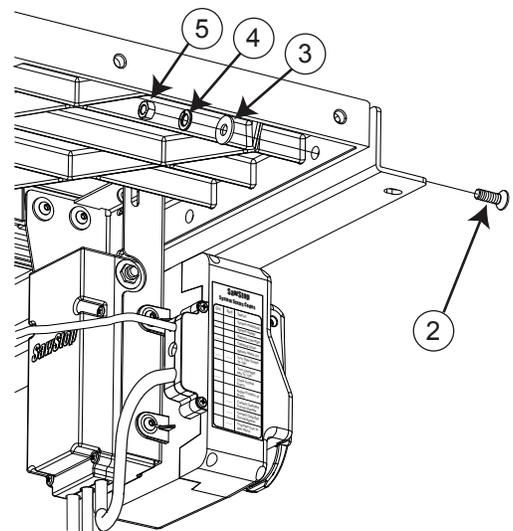

Fig. 4
4. Placez une rondelle M8x23x2 et une rondelle de loquet M8 à l'arrière de chacun des boulons de douille à tête fraisée M8x1,25x25 qui traversent les rallonges, puis vissez un écrou hexagonal M8x1,25 sur chaque boulon (voir fig. 4). Serrez les écrous à la main ; ne les serrez pas complètement.